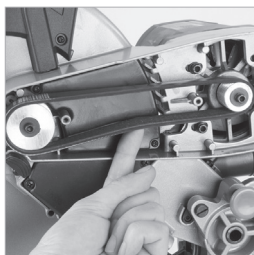

Fig. 49
- Mettez le doigt sous la courroie et tirez doucement vers le haut pour vérifier la tension (**Fig. 49**)
- Lorsque la tension de la courroie est bonne, vissez les quatre (4) vis cruciformes et remettez en place le capot du boîtier de transmission.